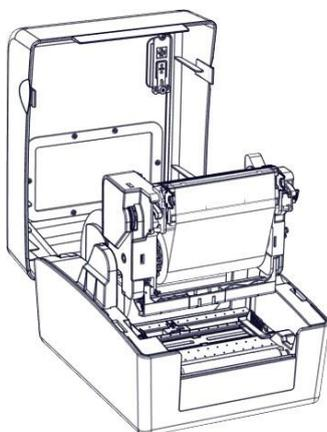

Рис. 2.4.1
- 4) Переместите колесо регулировки риббона, чтобы натянуть риббон (установленный рулон материала и риббон показаны на рис. 2.4.1).